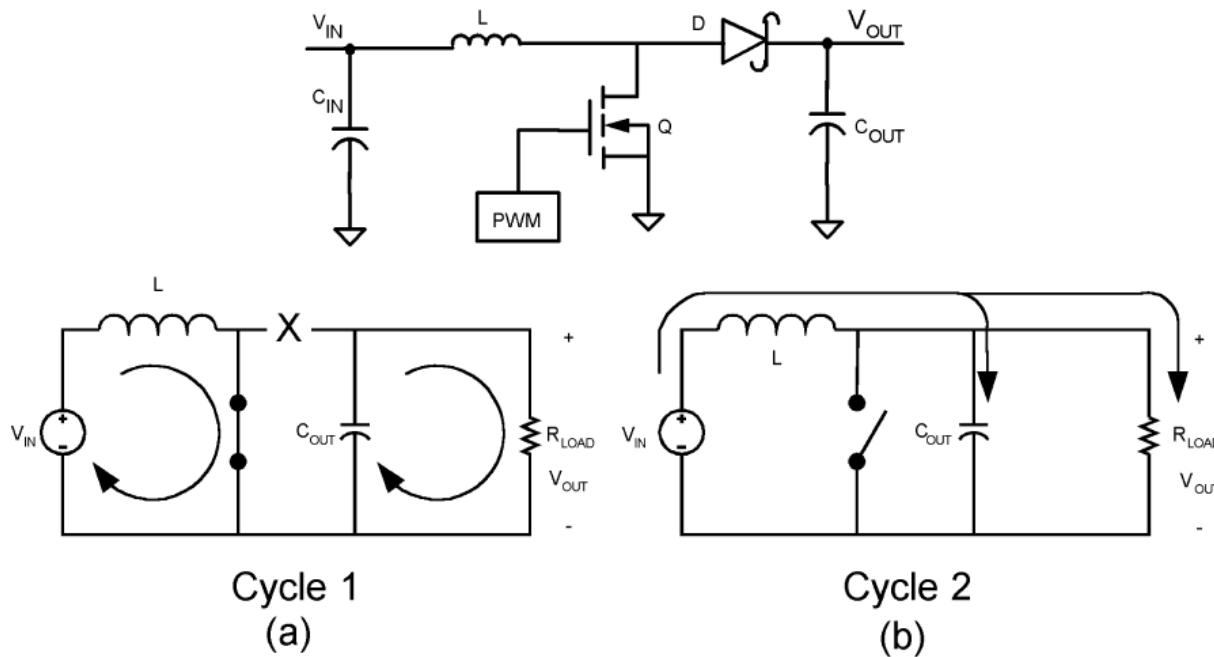

图 2: LM3478 工作原理图
2) 减小谐波回路面积，对 LM3478，如图，MOS 管开通时，Cin, L 和 MOS 构成一个回路对电感充电，请看图 2 (a) 的 Cycle1。MOS 管关断时，Cin, L, D, Cout 构成另一个回路对电感放电，请看图 2 (b) 中的 Cycle2。对于二极管 D，交替工作在正向导通和反向截止的状态，因此，有很高的反向恢复尖峰电压，需要在二极管两端加 Snubber 电路来抑制这个尖峰电压，以避免产生过大的共模噪声。这两个回路的工作频率是 MOS 的开关频率，谐波分量大，布板时要尽量减小谐波回路的面积。要把这两个功率回路的器件靠近放置，走大铜皮宽走线，减小开关频率谐波的回路阻抗。